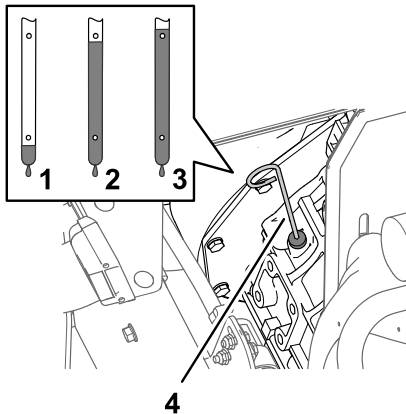

Figure 70
2. Retirez la jauge, située sous le siège du passager, et essuyez-la sur un chiffon propre (Figure 70).